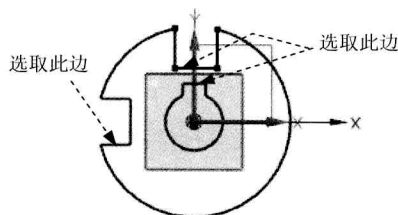

图 2.13.8 添加约束(四)
Step 4 参照上述步骤选取图 2.13.8 所示的三条边线添加水平约束。